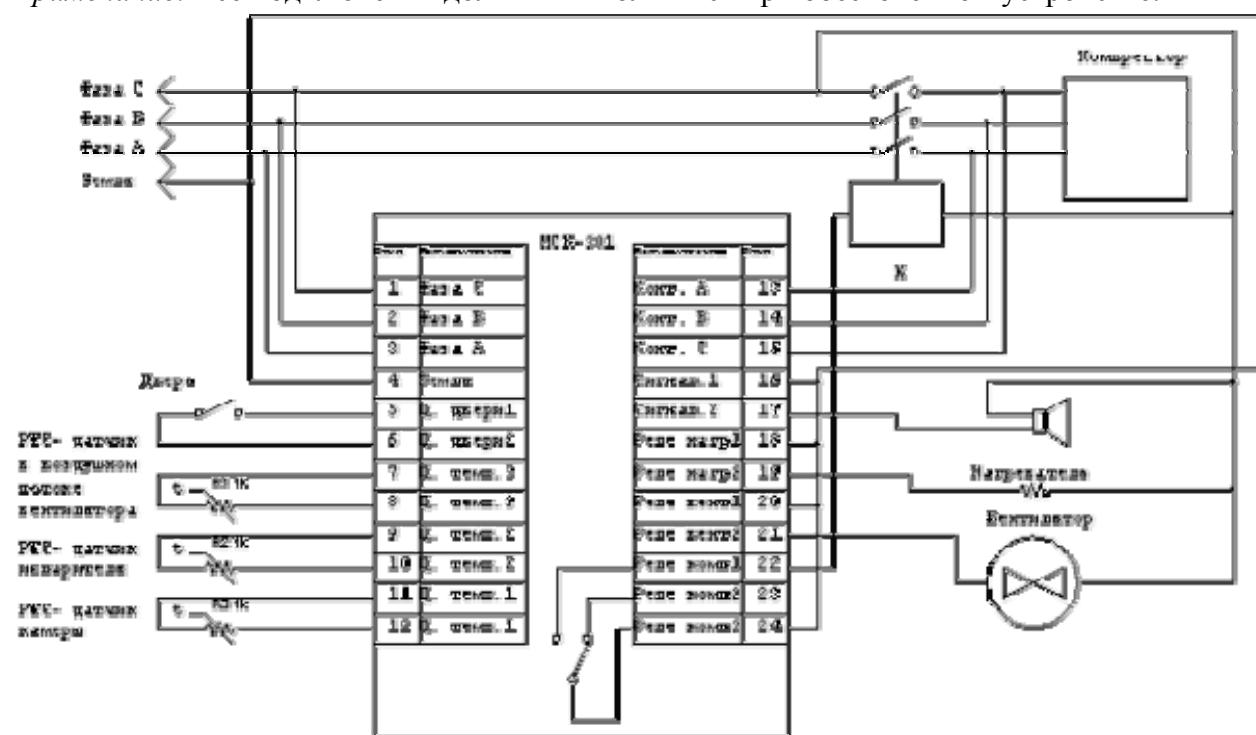

Рисунок 2. Схема подключения МСК-301-82 к трехфазной сети.
3.1. Подключить к МСК-301-82 пускатели компрессора, вентилятора, звонок электрической сигнализации, датчики температуры согласно рис. 2.